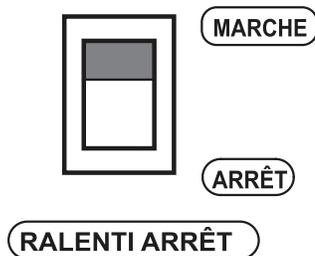

Figure 52. Sélecteur d'arrêt au ralenti (ACTIVÉ)
- Placer le sélecteur d'arrêt au ralenti (Figure 52) en position **ACTIVÉ**.